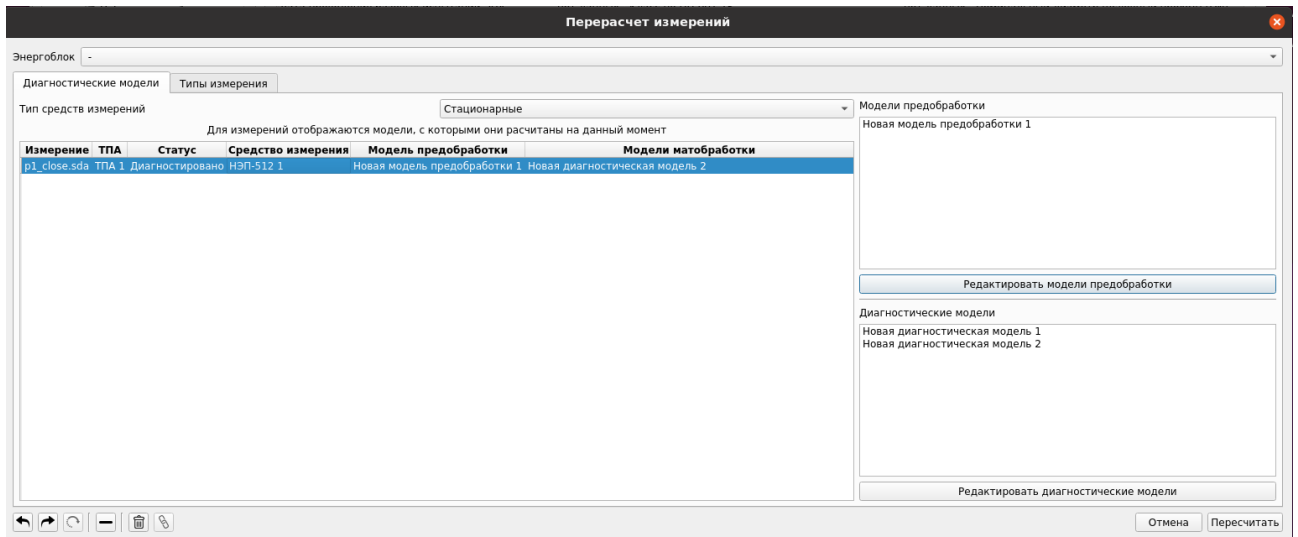

Рисунок 3.9 — Окно перерасчета измерений
3.2.2.3 Кнопка  дает возможность перерассчитать измерение, используя другую модель обработки (рисунок 3.9). В этом окне для измерений отображаются модели, по которым они рассчитаны. Есть возможность как отредактировать модель преобработки, так и редактировать диагностические модели.
3.2.2.6 Кнопка «Пересчитать» в правом нижнем углу окна (рисунок 3.9) позволяет перерассчитать измерение по новым данным.